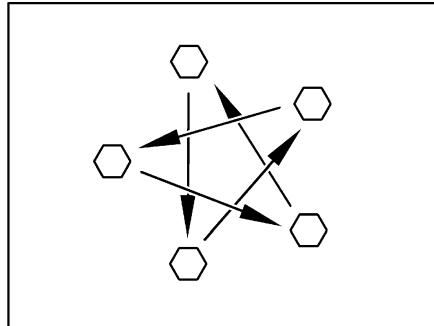

Fig. 404 Apretar las tuercas o los tornillos de las ruedas en forma de cruz
- Comprobar periódicamente que las tuercas o tornillos de las ruedas estén firmemente apretados. Reajustar en forma de cruz (Fig. 404) las tuercas o tornillos después de cambiar una rueda, al cabo de 50 km.
- ▶ Apretar en forma de cruz las tuercas o los tornillos de las ruedas (Fig. 404).